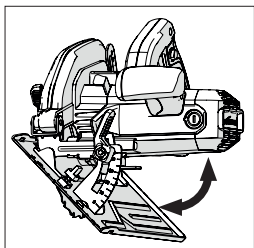

Fig. 14
- Incline la hoja con el ángulo requerido como se indica en la escala del transportador de ángulos del cuadrante. **(Fig. 14)**